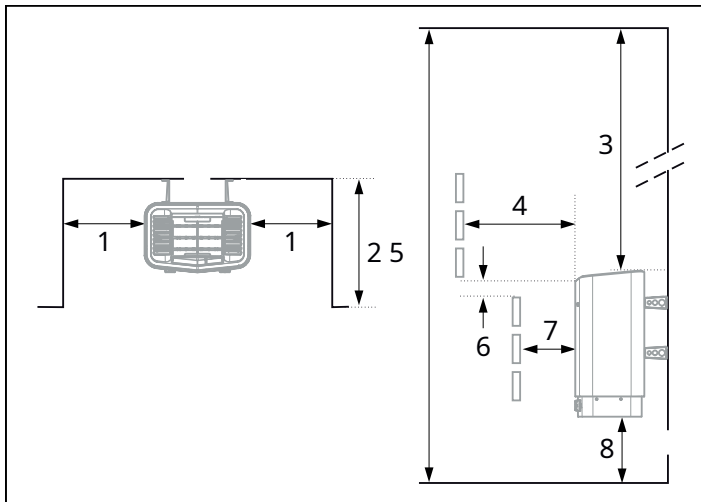

Figura 3: Posizionamento del riscaldatore - installazione ad incasso
- sulla stessa parete della porta (o sulla parete laterale se molto vicino alla parete della porta). Il riscaldatore può essere posizionato anche in una nicchia (vedi Figura 3).
Posizionare la stufa ad una distanza di sicurezza dal pavimento, dalle pareti laterali e dagli arredi interni (vedi Figura 3).